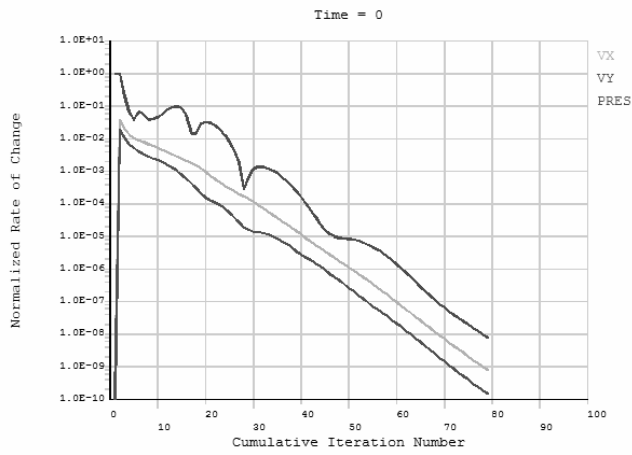
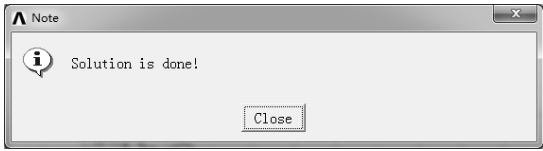

图 10-70 求解迭代曲线
图 10-71 “Note”对话框
- 2) 单击“Solve Current Load Step”对话框中的“OK”按钮，程序开始求解，显示求解曲线，如图 10-70 所示。求解完成后弹出“Note”对话框，如图 10-71 所示。单击“Close”按钮关闭。